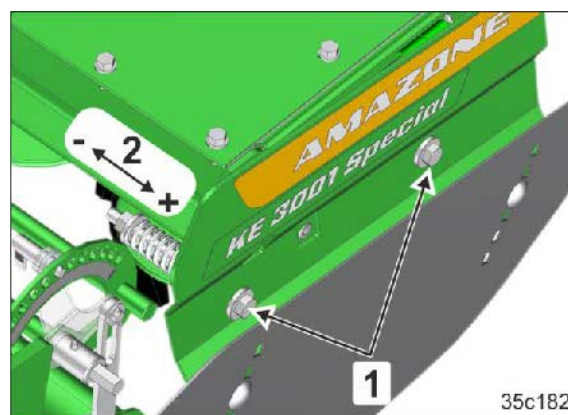

Fig. 111
Ved å dreie de to sikringsmutterne (Fig. 111/2) kan spenningen til fjæren
- økes på tung jord (Fig. 111/2+),
- reduseres ved innarbeiding av halm (Fig. 111/2-).